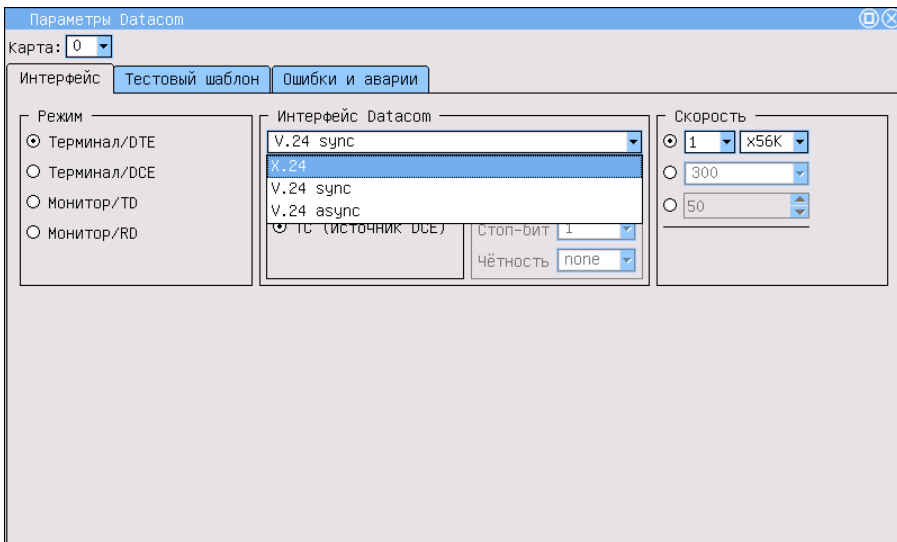

Рис. 3.3. Выбор типа интерфейса
4. Поле **Интерфейс Datascom** позволяет выбрать тип интерфейса на основании используемых протоколов данных (рис.3.3):